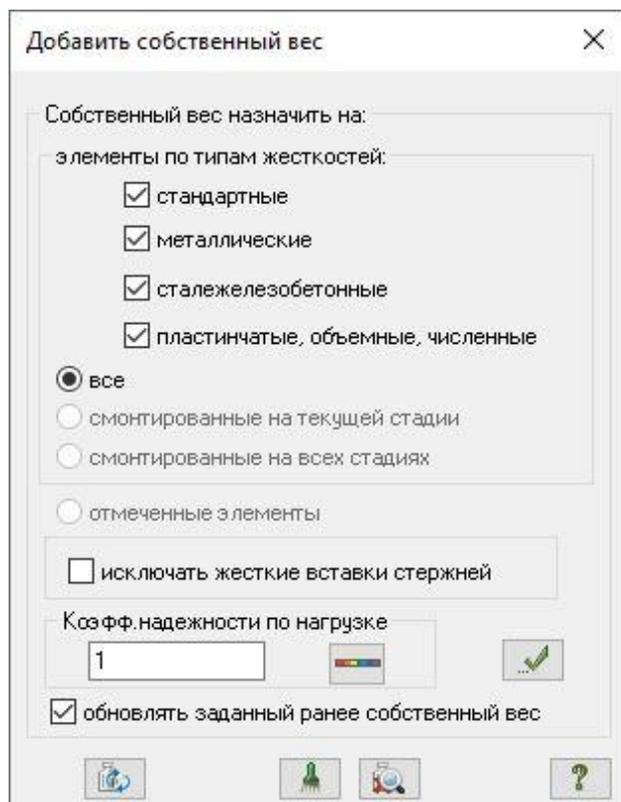

Рис.7.19. Диалоговое окно Добавить собственный вес
- Щелчком по кнопке  – **Добавить собственный вес** (панель **Нагрузки** на вкладке **Создание и редактирование**) вызовите диалоговое окно **Добавить собственный вес** (рис.7.19).